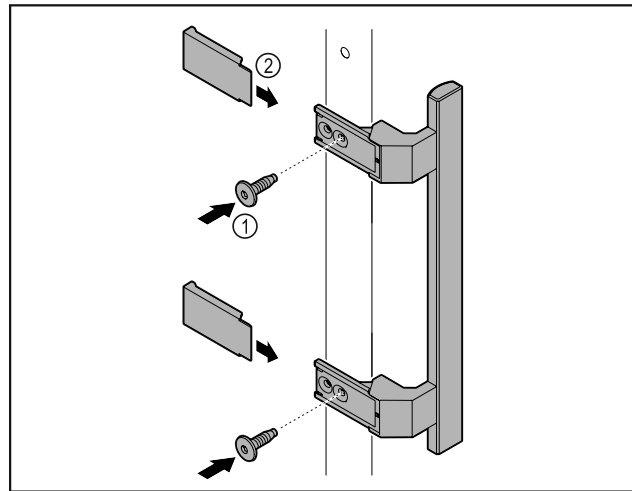

Fig. 7
- Montare sulla porta la maniglia contenuta nella confezione con le viti annesse Fig. 7 (1).
- Applicare la copertura Fig. 7 (2).